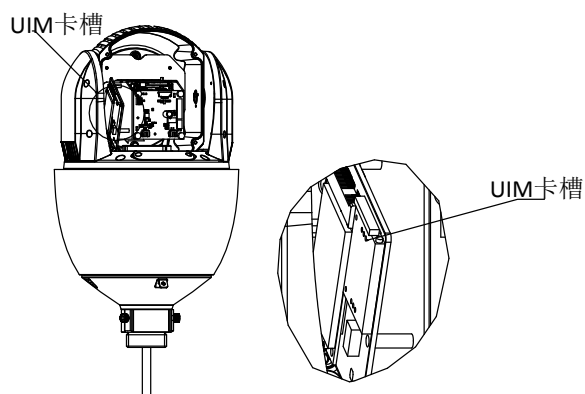

图2-6 UIM 卡槽位置
- UIM 卡槽位置如图 2-6 所示,安装 UIM 卡时请先将卡槽盖向内滑动, 打开卡槽盖插入 UIM 卡, 合上卡槽盖后并向外滑动卡槽盖以便固定 UIM 卡。